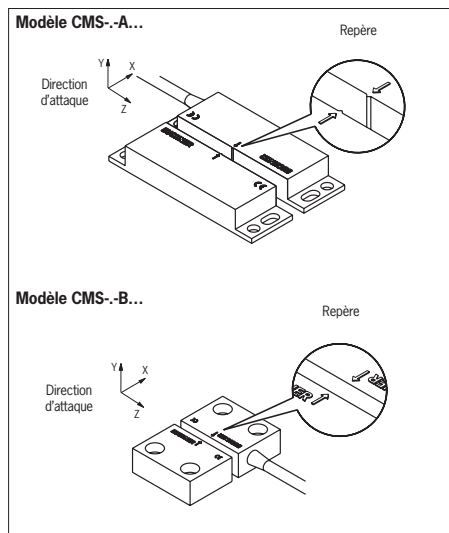

Fig. 1 : Alignement tête de lecture et actionneur
- En cas de vitesse d'attaque faible entre la tête de lecture et l'actionneur, la direction d'attaque **Z** (voir Fig. 1) doit être évitée.